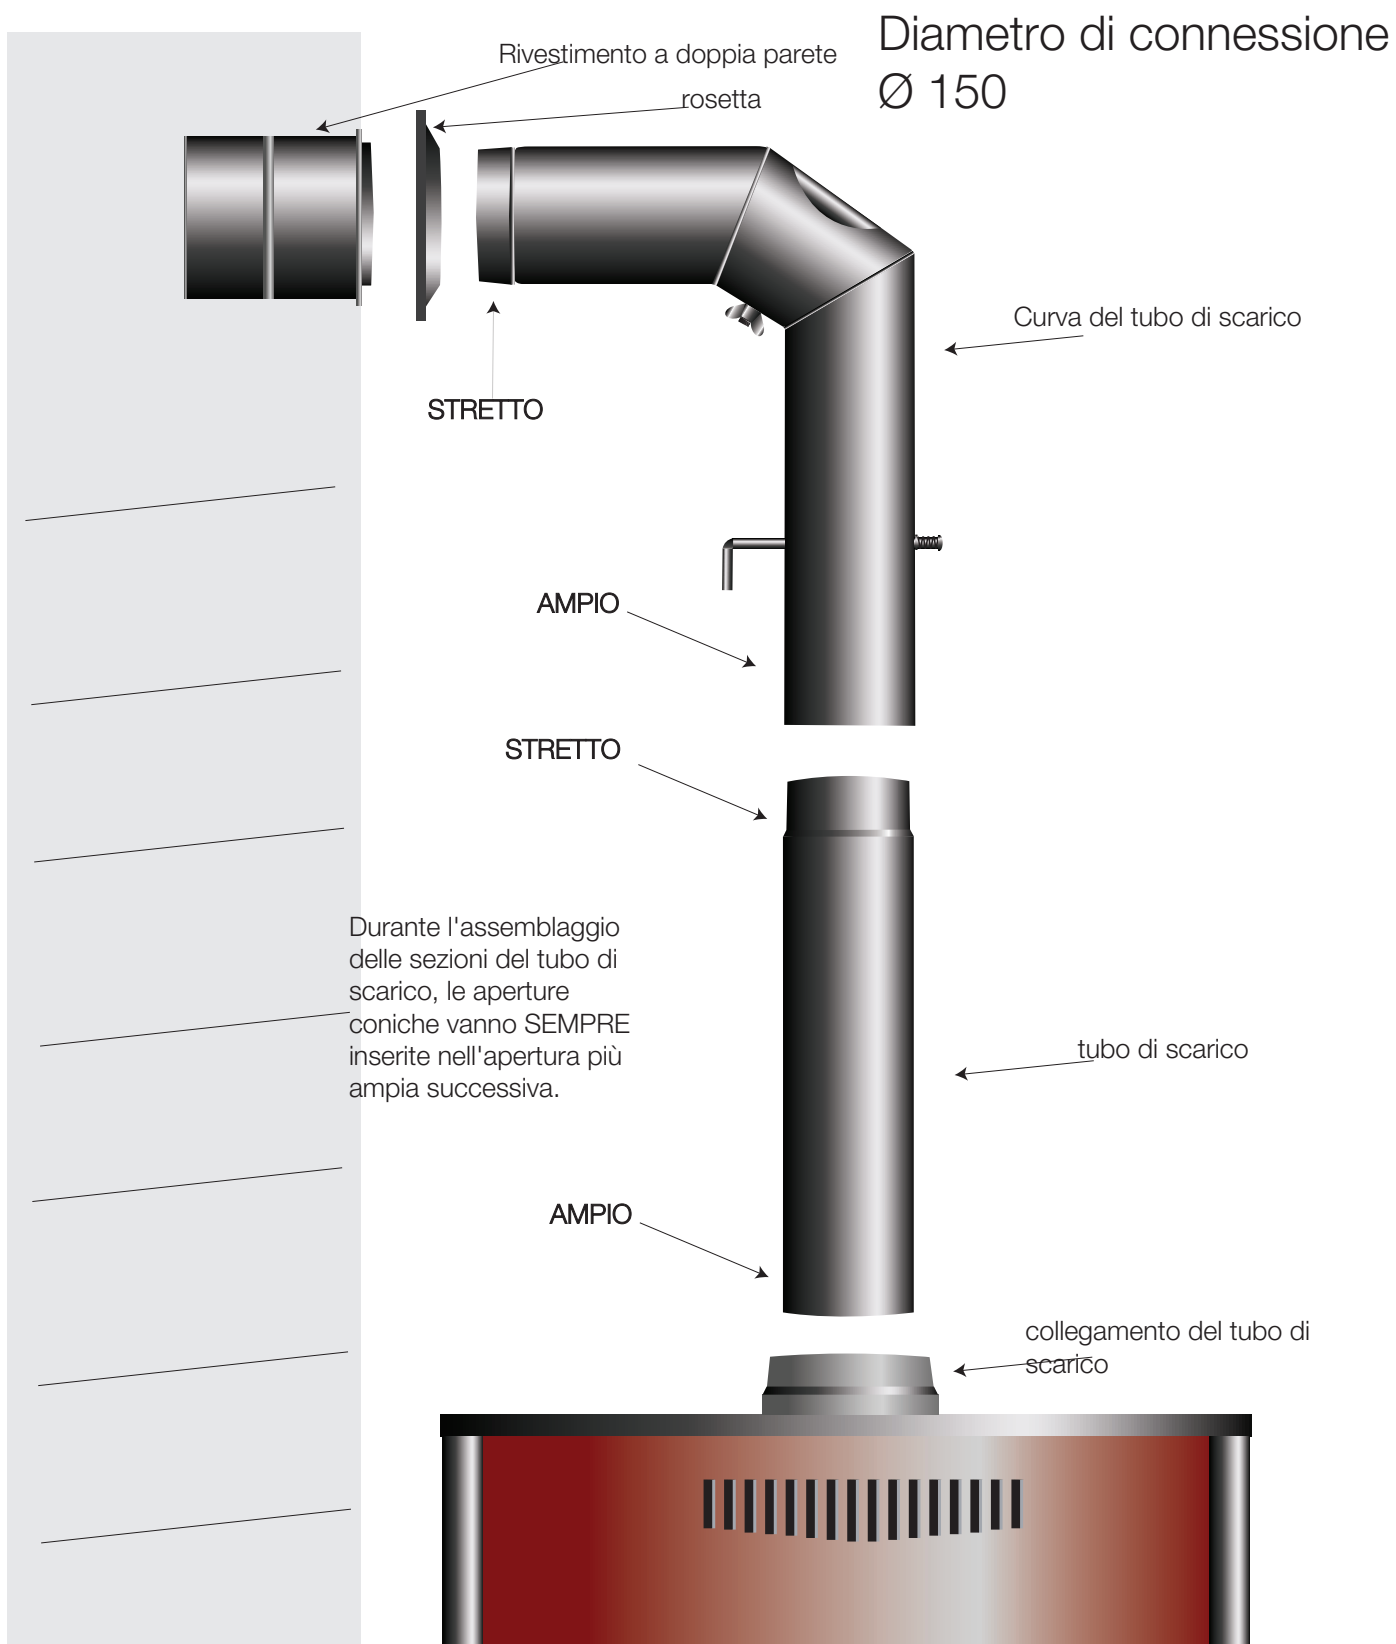

Figura 3 Collegamento della stufa a legna al camino
4. Figura 3 Collegamento della stufa a legna al camino	Pagina 6